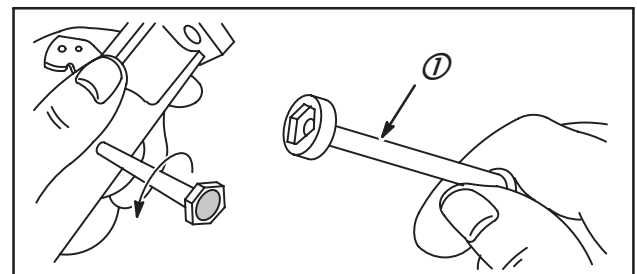

Fig. 88
Visser le tube plongeur d'essence dans le corps de carburateur à l'aide d'une clé de 9/16" (1), Fig. 88. Il n'est pas nécessaire de placer une pâte à joint sur le tube d'essence.